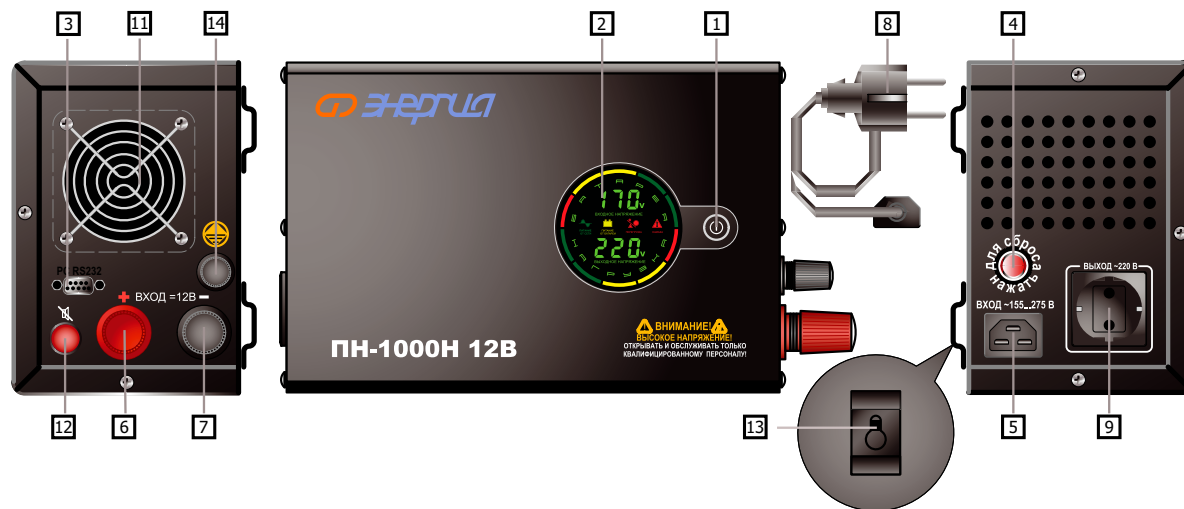
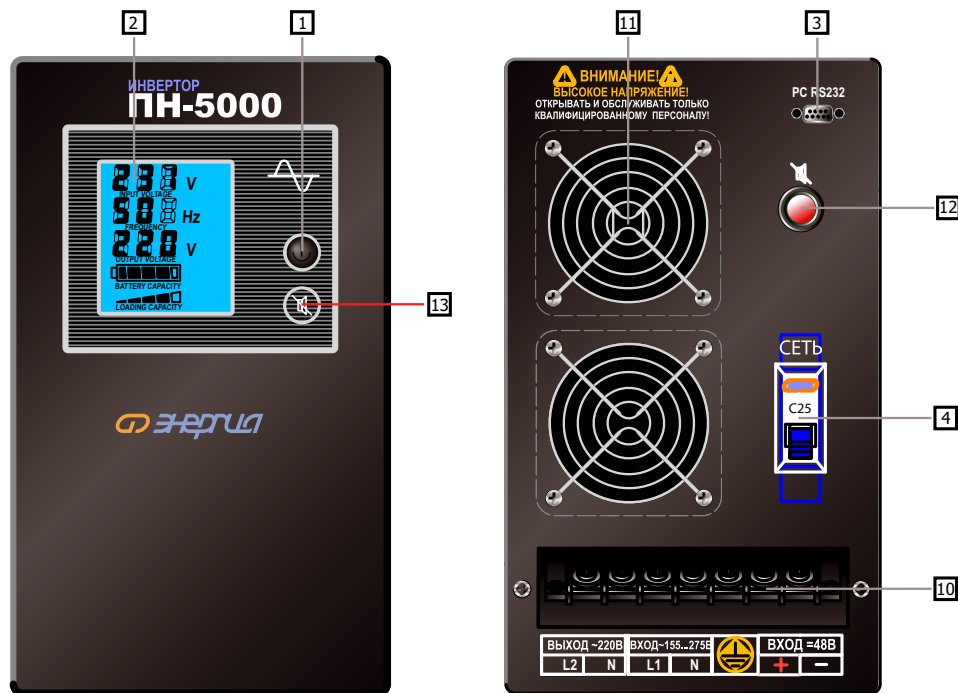

Рис. 1
Рис. 3
4.1. Перечень составных частей изделия (рис. 1,2,3).
5.2.2. После размещения инвертора в месте установки следует подключить к резьбовой клемме на клеммной колодке поз.10 (рис.3) для моделей ПН-2000, 3000, 5000 или клемме поз. 14 (рис. 1, 2) для моделей ПН-2000, 3000, 5000 проводник заземляющего устройства, удовлетворяющий требованиям раздела 10: «Обеспечение требований безопасности».
Даже при отсутствии сети централизованного электроснабжения необходимо подключить внешний заземлитель в соответствии с разделом 10 к клемме поз. 14 (рис. 1, 2) или на колодке поз.10 (рис.3).
5.3.1. Расположение элементов подключения, управления и индикации для всех моделей показано на рис.1, 2, 3. Назначение индикации навесных моделей ПН (рис.1, поз.2):
Верхние 5 секций поз.2 (рис.1.): каждая секция обозначает 20% заряда от емкости батареи, при низком заряде батареи горит красная секция.
Нижние 5 секций поз.2 (рис.1.): каждая секция обозначает 20% нагрузки инвертора, когда нагрузка находится в пределах от 100% до 110% загорается красная секция, также загорается знак "перегрузка", сопровождающийся звуковым сигналом.
5.4.1. При появлении нормального сетевого напряжения на входе инвертора устройство включается автоматически. Для принудительного включения удерживать кнопку включения «I» поз. 1 (рис. 1) в нажатом положении в течение 4-х секунд, четыре коротких звуковых сигнала в течение 2-х секунд означают завершение режима самотестирования и включение выходного стабилизированного напряжения, а также индикации параметров при наличии ЖК матричной информационной панели в некоторых модификациях.
5.4.2. В модификациях с матричной информационной панелью кнопка «I» поз. 1 (рис. 1) также используется для переключения внутри списка отображаемых на индикаторе параметров при кратковременном нажатии.
5.4.4. Для принудительного отключения выходного напряжения удерживать кнопку «I» поз. 1 (рис. 1) в течение 4-х секунд.
- 10.3.6. Во время работы инвертора его клемма защитного заземления поз. 14 (рис. 1) или клемма колодки поз. 10 (рис. 3) должны быть постоянно подключены к заземлителю, любого из указанных в п. 10.3.2 типов.